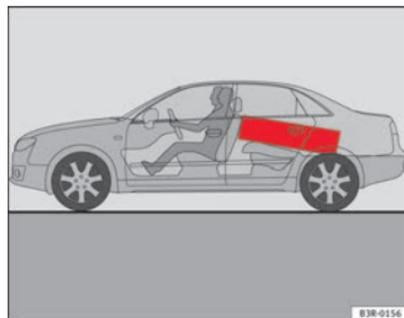

Fig. 115 Sistemare i carichi pesanti quanto più possibile in avanti.
- Sistemare i carichi pesanti quanto più possibile in avanti ⇒ fig. 115.